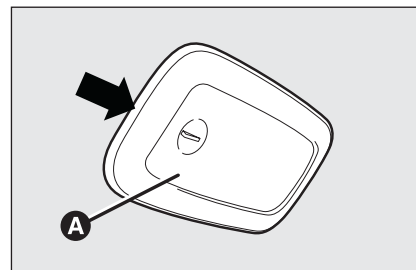

fig. 38
- ☐ agire nel punto indicato dalla freccia e rimuovere la plafoniera **A-fig. 38**;